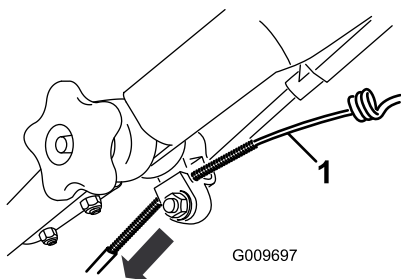

Bild 43
3. Ziehen Sie den Kabelmantel nach unten, bis der freigelegte Zug kein Spiel mehr hat (Bild 43).